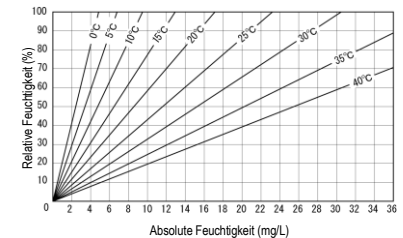

Abb. 2 Relative Feuchtigkeit vs. Wasserdampfmasse
9. Zur Ermittlung der relativen Feuchtigkeit siehe Abb. 2.